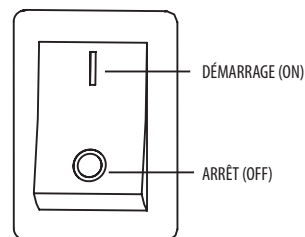

Figure 15
5. Si votre appareil est doté d'un interrupteur d'arrêt d'urgence, assurez-vous que l'interrupteur est placé à la position MARCHÉ (« ON ») (ligne continue) lorsque vous démarrez le moteur. Voir Figure 15.
Pour arrêter le moteur en utilisant l'interrupteur d'arrêt d'urgence, placez l'interrupteur à la position ARRÊT (« OFF ») (cercle). Voir Figure 15.